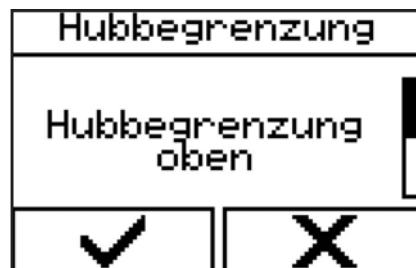

Abbildung 97 - Menü auswählen
1. Menü über „Steuerung“ → „Hubbegrenzung“ → „Hubbegrenzung oben“ (Abbildung 97) auswählen.